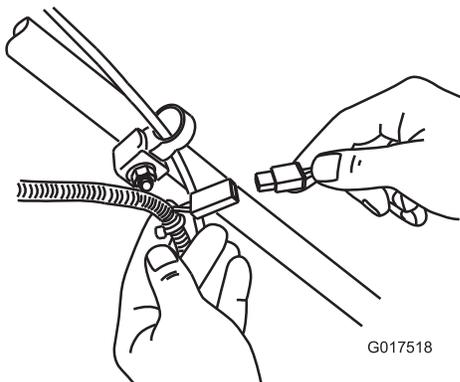

Figure 35
1. Branchez le chargeur au faisceau de câblage, situé sous la clé de contact (Figure 35).